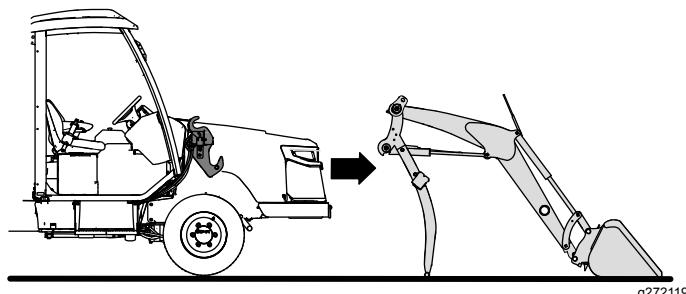

Figure 50
2. Démarrez le moteur et conduisez lentement la machine devant les bras de la chargeuse (Figure 50).